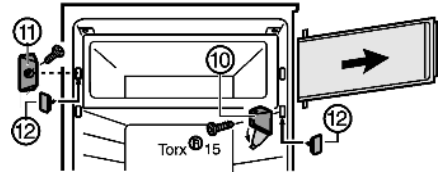

Fig. 6*
- ▶ Afdekking aan lagerbus Fig. 6 (10) wegklappen.*
- ▶ Lagerbus Fig. 6 (10) met het deurtje losschroeven.*
- ▶ Sluitstuk Fig. 6 (11) losschroeven.*
- ▶ De vrijgekomen gaten afsluiten met de meegeleverde afdekking Fig. 6 (12).*